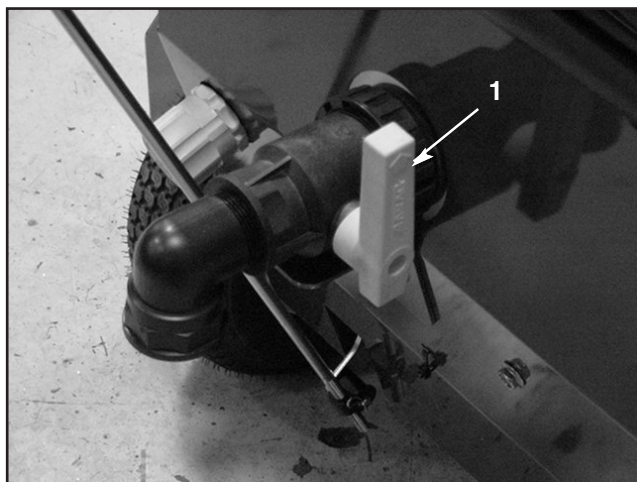

図19
3. ペイント・コントロール・レバーが解除位置にあること、また、タンクのドレン・バルブ (図19) が閉じていることを確認する。